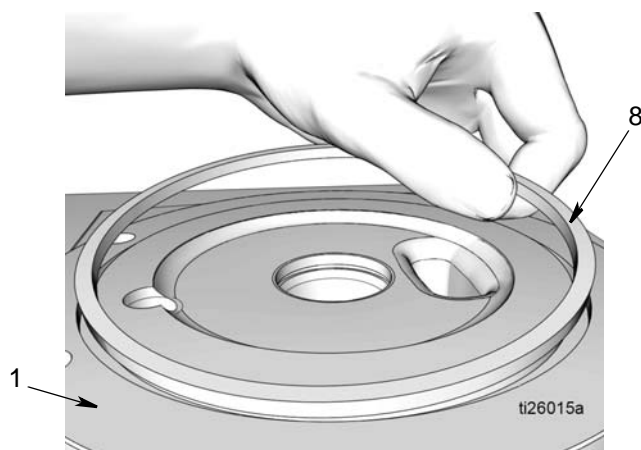

Рис. 29
21. Извлеките прямоугольное уплотнительное кольцо круглого сечения (8) из основания насоса (1) (Рис. 29). Для надлежащей утилизации утилизируйте уплотнительное кольцо круглого сечения в соответствии со всеми правовыми нормами.